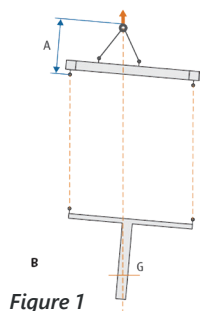

Figure 1
- ⊗ L'élingue n'est pas centrée par rapport au palonnier ou la charge est asymétrique : le palonnier et la charge s'inclinent jusqu'à ce que le centre de gravité G de la charge soit à la verticale du crochet de levage (voir Figure 1).